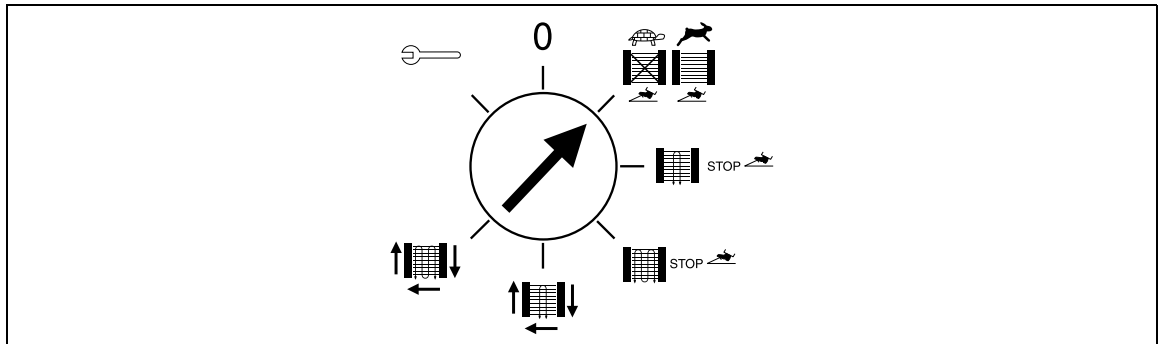

Abb. 7-14 Stellung Programmwahlschalter
- Der Programmwahlschalter befindet sich in Stellung „Arbeitsmodus“ (Abb. 7-14).